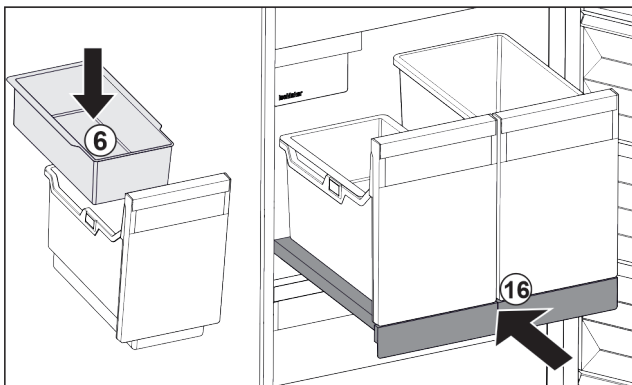

Fig. 96
- ▶ Vložte závesnú misku Fig. 96 (6) na kocky ľadu.
- ▶ Zasuňte vyťahovaciu poličku s nádobou (IceTower). Fig. 96 (16)